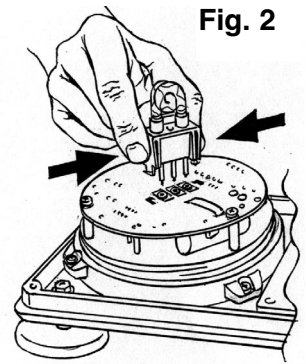

Fig. 2
5. **ADVERTENCIA: EL ALTO VOLTAJE ESTÁ PRESENTE EN LA LUZ ESTROBOSCÓPICA LA CUAL PUEDE CAUSAR LESIONES SERIAS O LA MUERTE.** Antes de intentar hacerle cualquier servicio, siempre desconecte la luz de su fuente de poder y espere un mínimo de diez (10) minutos antes de remover la carátula y haga cualquier trabajo. Una seria lesión puede resultar si toca la bombilla cuando está caliente. Siempre use guantes y protección ocular cuando remueva la bombilla debido a que la bombilla está presurizada y si se quiebra, el vidrio puede ser proyectado.
10. La base de la bombilla tiene dos pestañas, presione hacia adentro y remueva la bombilla por medio de presionar ligeramente la base lado a lado mientras la levanta ligeramente. (Vea Fig. 2)